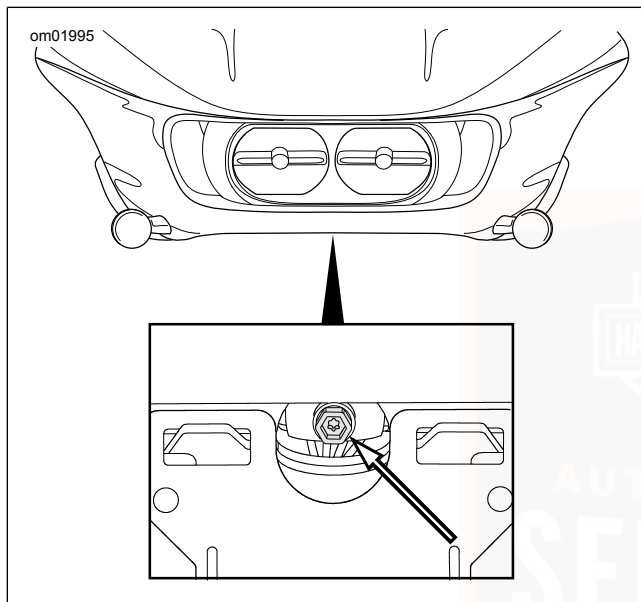

Abbildung 93. Scheinwerfereinsteller: Rahmenfeste Verkleidung
3. **Modelle mit rahmenmontierter Verkleidung:** Siehe Abbildung 93.